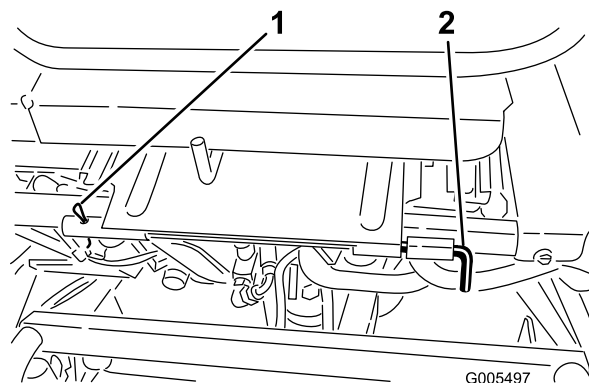

Figure 9
8. Montez l'ensemble siège à la position de conduite (Figure 9). Posez la tige de pivot et la goupille cylindrique du siège.